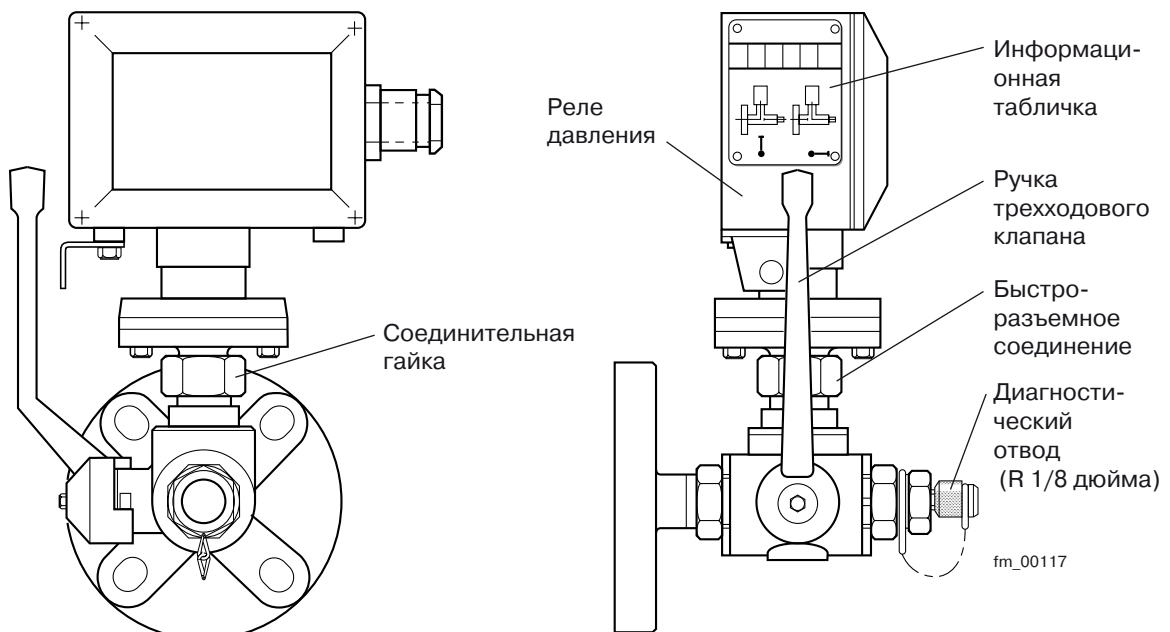

Рис. 13. Реле давления
1. Установите рукоятку трехходового клапана в положение испытания (см. Рис. 13 и информационную табличку на реле давления).